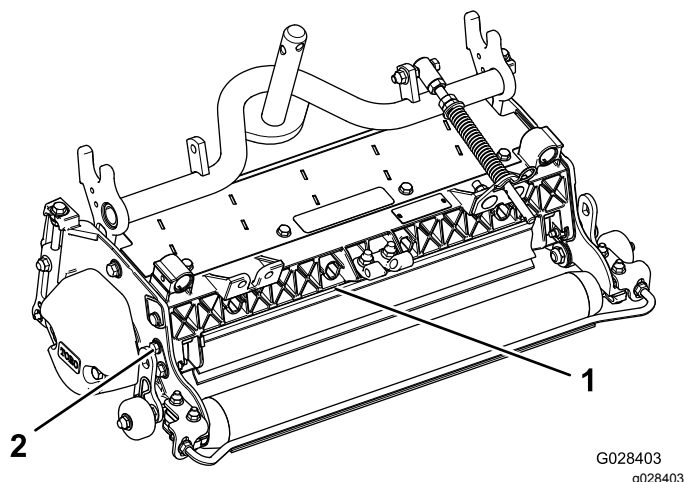

Figura 11
1. Allentate i bulloni dell'articolazione del carter dell'erba (Figura 11).
2. Sollevate il carter fino a portarlo nella posizione desiderata e serrate i bulloni (Figura 11).